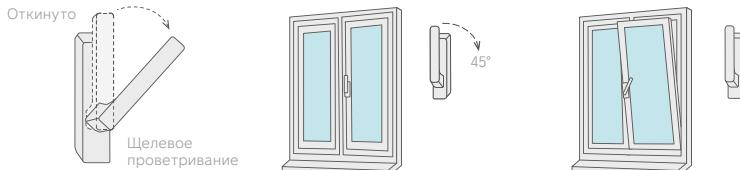

Рис. 3
- Для перевода створки в положение «Проветривание» ручку поворачивают из положения «Откинуто» в положение «Проветривание» на 45 градусов (см. Рис. 3) При этом створка окна (после небольшого поворота относительно нижней горизонтальной оси) фиксируется, будучи неплотно прижатой к раме окна вверху. Зазор между рамой окна и створкой (в верхней части) в данном режиме может составлять от 5 до 10 мм и регулируется небольшим поворотом ручки (щелевой режим).